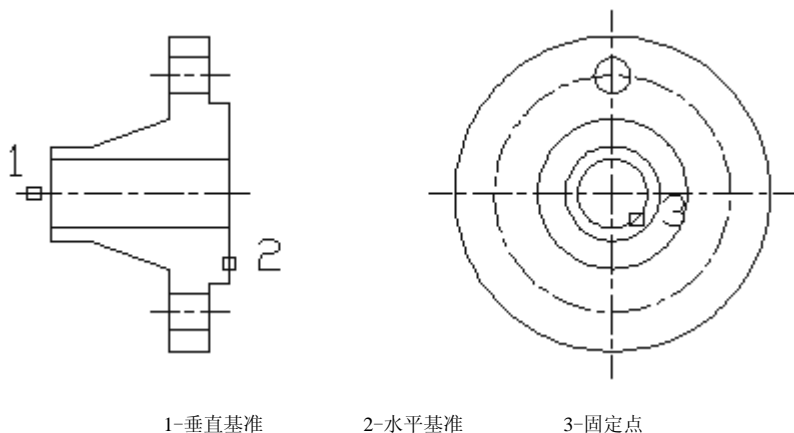

图 8-12
点取要作为 X 基准的一条 90 度直线(和 Y 轴平行)，如图 8-12 中的[2]处。按回车键(或按鼠标的右键)，命令将返回到对话框。
**[垂直尺寸基准]:** 用来为尺寸驱动图形选择一个用来确定垂直尺寸起始位置的基准线, 也就是说, 在修改图形时, 这个直线的 Y 坐标不发生变化, 其他图形将以它为垂直基准, 根据尺寸的变化来调整位置。因为是垂直尺寸基准, 所以它必须是一条水平直线, 如图 8-12 中的[1]处。一个图形可以有一个或多个垂直尺寸基准, 如果需要多个垂直尺寸基准, 可以重复使用本命令来选择多个垂直尺寸基准。
**[固定点]:** 用来为尺寸驱动图形选择固定点, 此点在尺寸驱动中既可以作为 X 方向基准, 又可以作为 Y 方向基准, 所以, 此点的位置固定不变。如图 8-12 中的[3]处。选择此按钮后, 关闭对话框并在命令行提示: